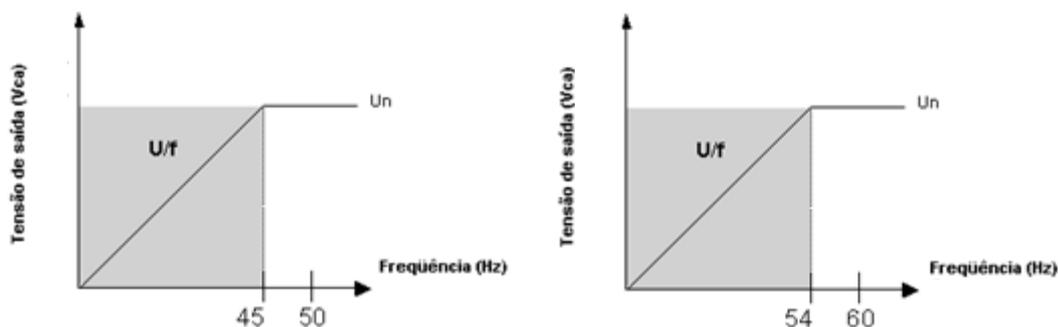

Figura 4.2: Ponto de atuação da proteção U/F
O trimpot **U/F** determina o ponto de atuação do modo U/F, que pode ser desde a frequência nominal (F_n) até $1/3$ de F_n , cujo valor sai ajustado de fábrica 10% abaixo da F_n . Para operação em 60Hz é ajustado para 54Hz e para operação em 50Hz é ajustado para 45Hz (ver Figura 4.2), cujo valor pode ser alterado de acordo com a necessidade de cada aplicação.
1. Não deixar a proteção U/F abaixo de 20% da frequência nominal. A configuração deve ser feita conforme Figura 4.2 para evitar problemas no desligamento.